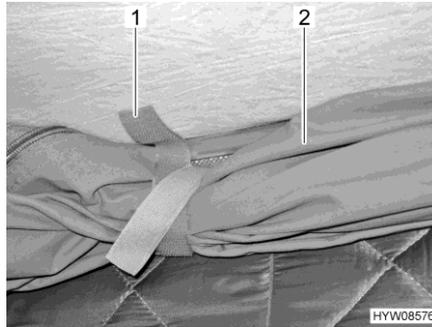

Bild 55 Haltelaschen
- Haltelaschen (Bild 55,1) an aufgerolltem Zeltstoff (Bild 55,2) lösen.
- Zeltstoff (Bild 55,2) einrollen und mit den Haltelaschen (Bild 55,1) sichern.